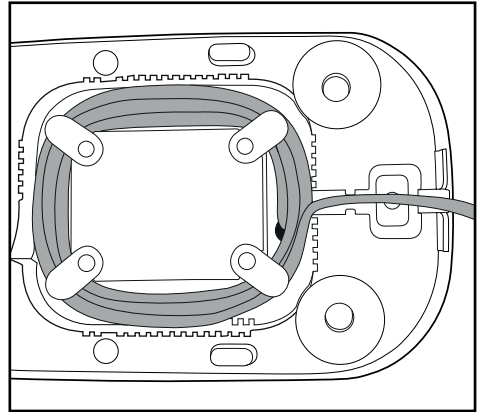

Fig. 3 : enroulement du cordon
- Enroulez le cordon d'alimentation **4** dans l'enrouleur de câble sous l'appareil (Fig. 3):